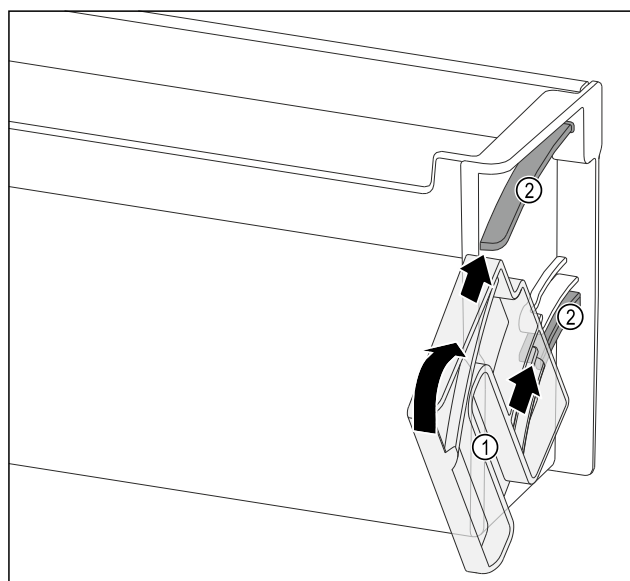

Fig. 137
- ▶ Разместите поворотный блок Fig. 137 (1) таким образом, чтобы выемки оказались точно напротив направляющих каналов Fig. 137 (2) дверной полки.
- ▶ Поверните поворотный блок Fig. 137 (1) по указанном направлении.